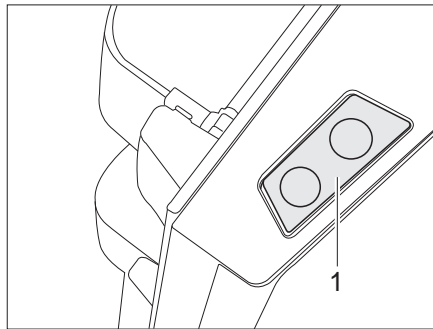

Fig. 230 Touche de déverrouillage de la porte du réfrigérateur (Dometic Série 8)
- Ouvrir : ■ Appuyer sur la touche de déverrouillage (Fig. 230,1) et ouvrir le réfrigérateur.